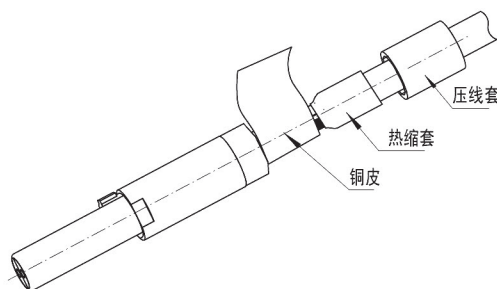

图1.11线夹的滚花部分缠绕铜皮
- 2) 用铜皮（25x7x0.1mm）紧密缠绕到线夹的滚花部分，压紧屏蔽丝，如图1.11